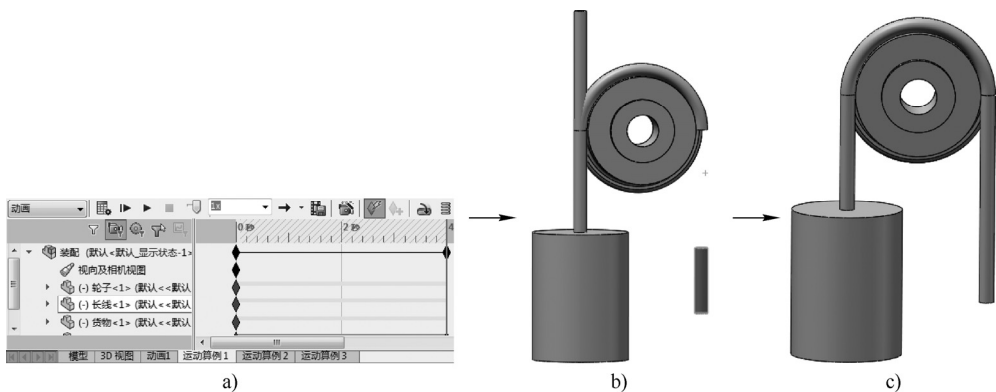

图 11-50 创建动画
STEP 4 切换到“运动算例”操控面板，将当前帧置于“4 秒”位置处，然后直接拖动右侧的长线，如图 11-50 所示，即可生成动画，单击“播放”按钮可观看动画效果。